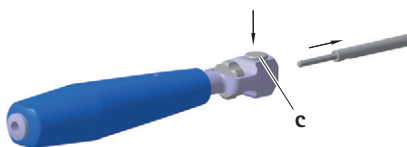

Fig. 2
- ▶ Premir o botão **c** e remover o punho 1, ver Fig. 2.